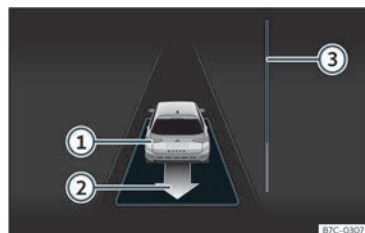

Fig. 182 No ecrã do painel de instrumentos: sair do estacionamento de um lugar em linha.
- Retroceda até soar o sinal contínuo do ParkPilot; **OU:** faça marcha-atrás até aparecer a indicação de fazer marcha à frente no ecrã do painel de instrumentos. A barra de progresso » **Fig. 182** **③** indica a distância a percorrer » **Página 274**.